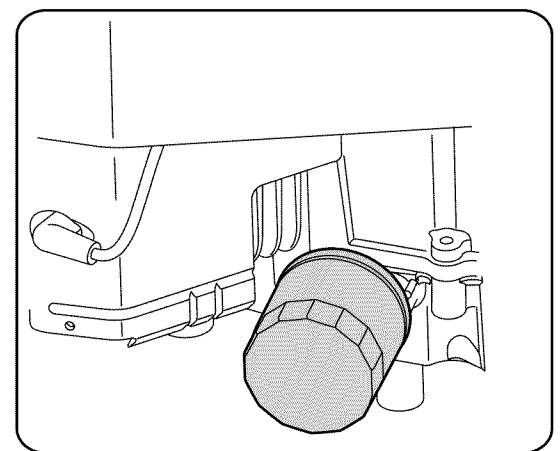

Figura 17
- Desde el lado izquierdo del motor, retire el filtro de aceite usando una llave para filtro de aceite de automóviles (Vea la Figura 17). Limpie el adaptador del filtro con un paño limpio.